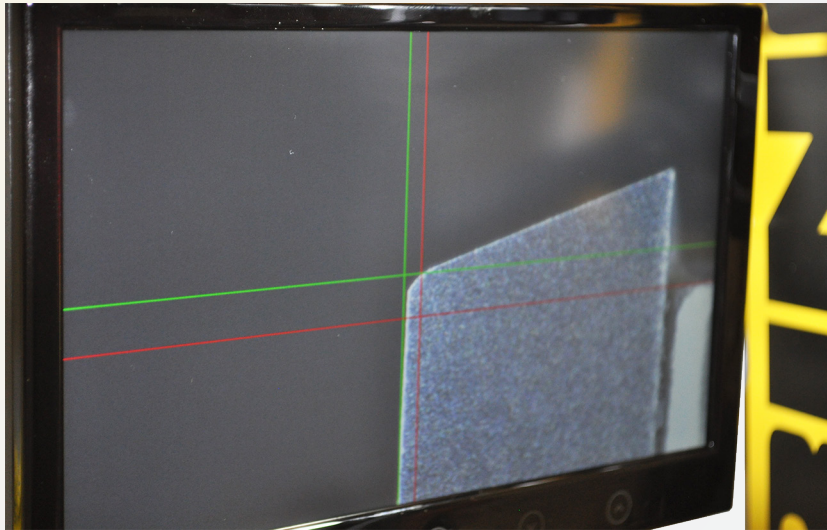

Abb. 11: Axialer Überstand der Schneide
4. Stellen Sie die Werkzeugschneide über die axiale Einstellschraube (7) auf die axiale Endposition ein. Verwenden Sie dafür einen Innensechskantschlüssel SW 1,5. Die Schneide sollte auf dem Schnittpunkt der roten vertikalen Linie und der grünen horizontalen Linie liegen (siehe Abbildung 11). Durch Rechtsdrehen der axialen Einstellschraube (7) bewegt sich die Schneide nach oben und anschließend nach unten. Die Einstellung des axialen Überstands muss in der **Aufwärtsbewegung** der Schneide erfolgen.